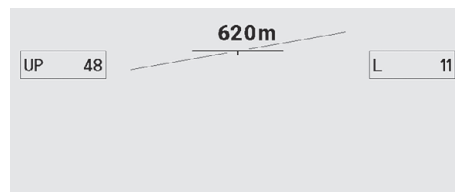

Fig. 4
2. Para entrar en el menú alternativo (fig. 4) pulse brevemente el botón de encendido/apagado (2/1).